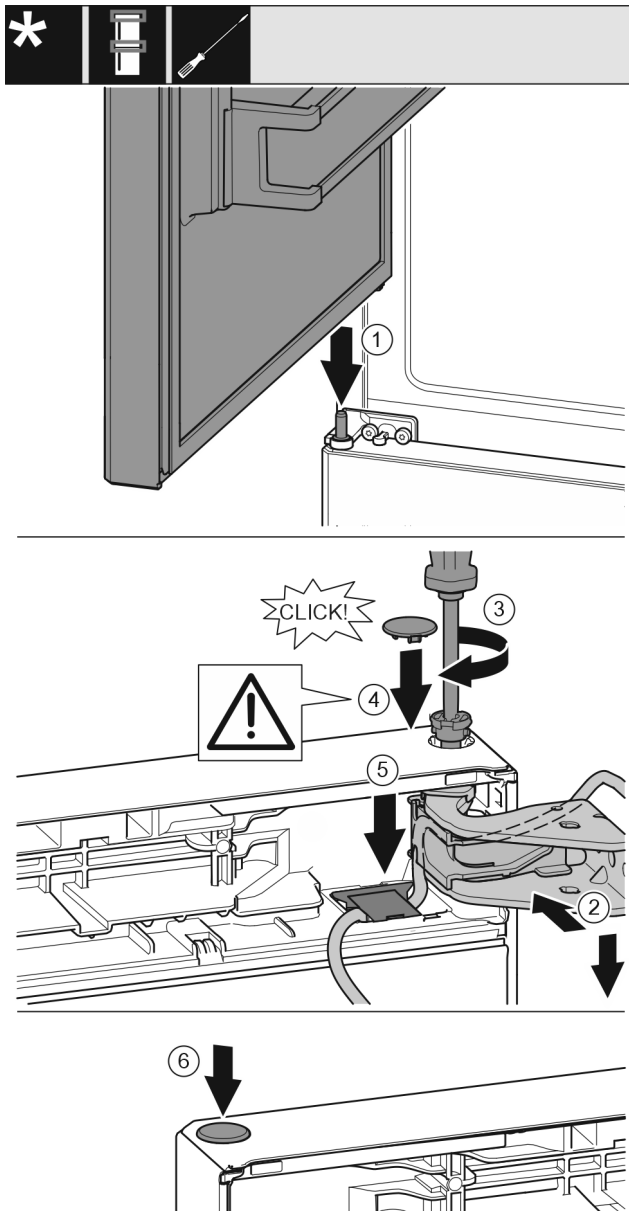

Fig. 42
- ▶ Helyezze a felső ajtót a középső csapszetre Fig. 42 (1)
- ▶ Igazítsa be az ajtót felül a csapágybak nyílásához. Fig. 42 (2)
- ▶ Helyezze be a csapot, és húzza meg a T15 csavarhúzóval. Fig. 42 (3)
- ▶ Szerelje fel az ajtót biztosító biztonsági fedelet: Helyezze be a biztonsági fedelet, és ellenőrizze, hogy felfekszik-e az ajtóra. Egyébként teljesen helyezze be a csapszeget. Fig. 42 (4)
- ▶ Tegye a fedelet, és nyomja le, míg a helyére nem pattan. Fig. 42 (5)
- ▶ Helyezze be a dugót. Fig. 42 (6)